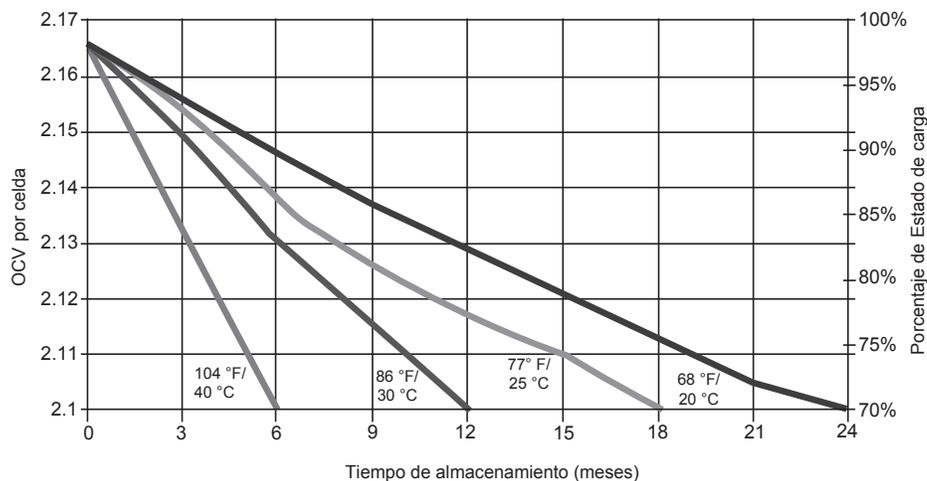

Figura 1: Comparación entre la capacidad y el tiempo de almacenamiento
- Es importante realizar un seguimiento del voltaje de circuito abierto que está relacionado con la densidad del electrolito. • Si el voltaje del circuito abierto es menor a 12.6V o las baterías se han almacenado por un tiempo mayor al indicado en la Figura 1, las baterías se deben cargar para evitar daños provocados por autodescarga.